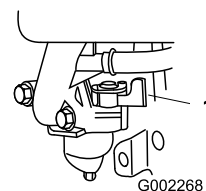

Figura 13
2. Abra la válvula de combustible moviendo la palanca a la **derecha** (Figura 13).